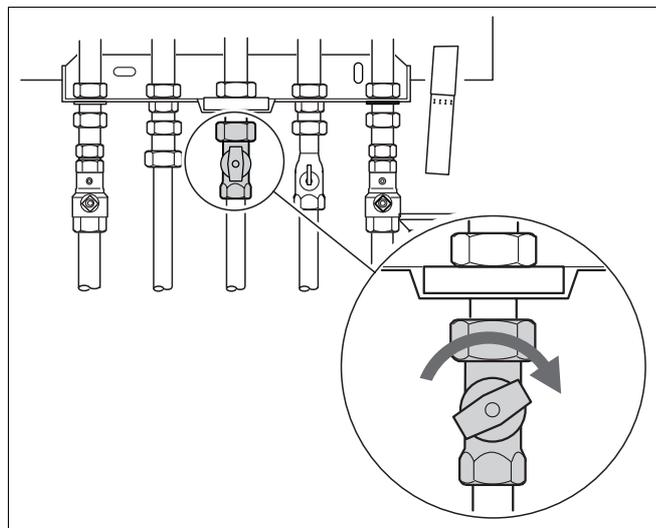

Fig. 18 Chiudere il rubinetto d'intercettazione del gas
- Chiudere il rubinetto di intercettazione del gas (fig. 18).